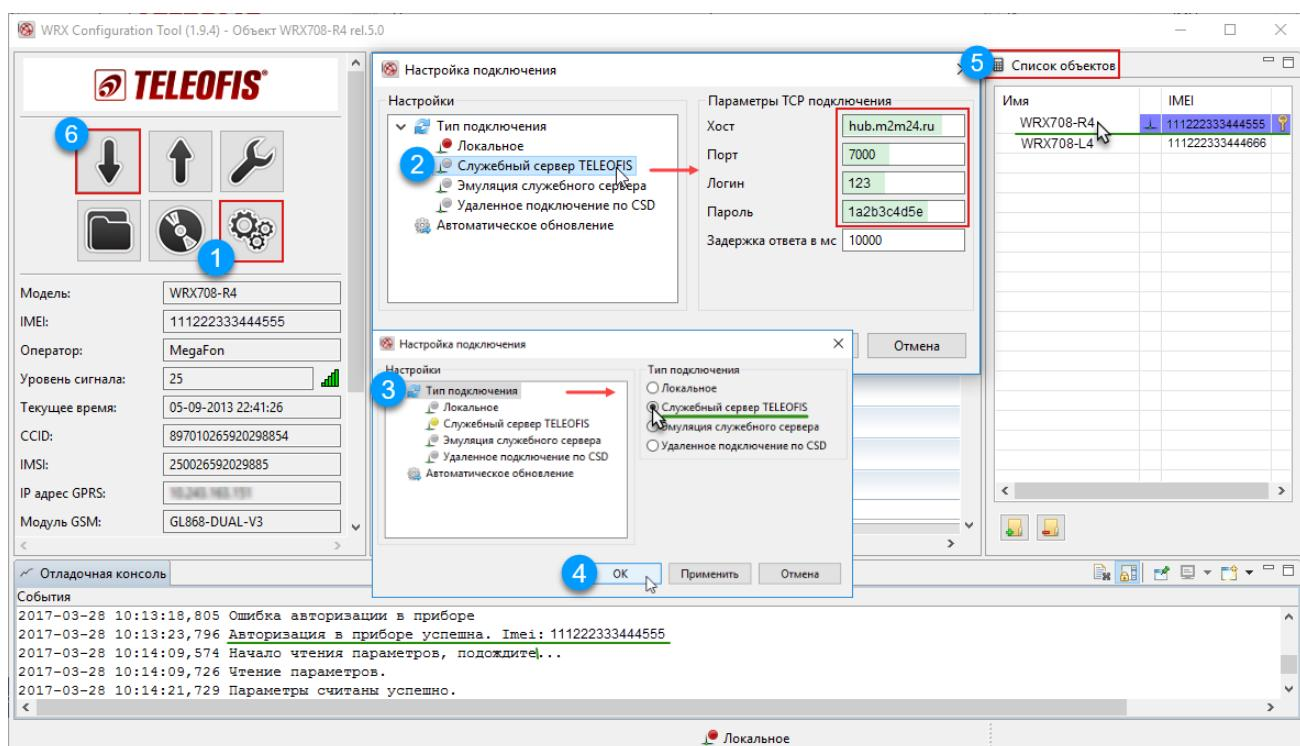

Рис. 33. Настройка подключения терминала к служебному серверу M2M24.
5. В программе WRX Configuration Tool настройте параметры TCP-подключения (Рис. 33):
- В меню **Настройки подключения** (1) в левой части открывшегося окна нажмите на **Служебный сервер TELEOFIS** (2) и введите параметры TCP-подключения: хост — **hub.m2m24.ru**, порт — **7000**, логин и пароль — из загруженного с раздела **service** файла конфигурации (в примере: логин – 123, пароль - 1a2b3c4d5e).
- Нажмите **Тип подключения** (3) и в правой части окна выберите тип подключения **Служебный сервер TELEOFIS**. Примените выбранные изменения, нажав **OK** (4).
- В окне **Список объектов** (5) выберите терминал, к которому хотите подключиться по служебному каналу. Дождитесь, пока в отладочной консоли появится сообщение **Авторизация в приборе успешна.**